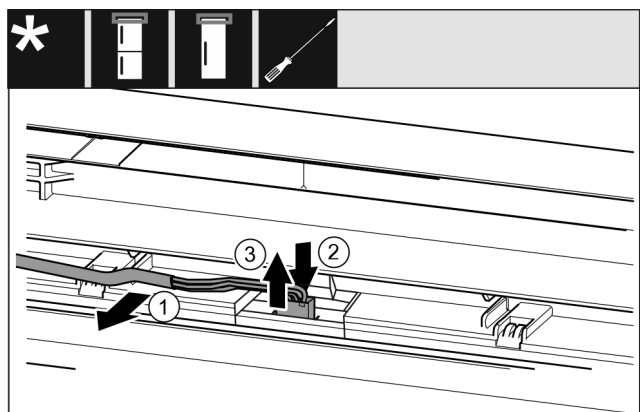

Fig. 11 Kombinált hűtő-fagyasztókészülékek / fagyasztókészülékek / hűtőkészülékek
- Óvatosan vegye ki a kábelt Fig. 11 (1) az ajtóban lévő vezetősínből.
- Nyomja hátra a dugó alatti fedőlemezt Fig. 11 (2).
- Óvatosan húzza ki felfelé a dugót Fig. 11 (3).